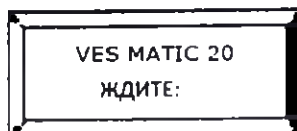

Рисунок 7. Начальная проверка
- Во время начальной проверки на дисплее появится следующее сообщение (рисунок 7):